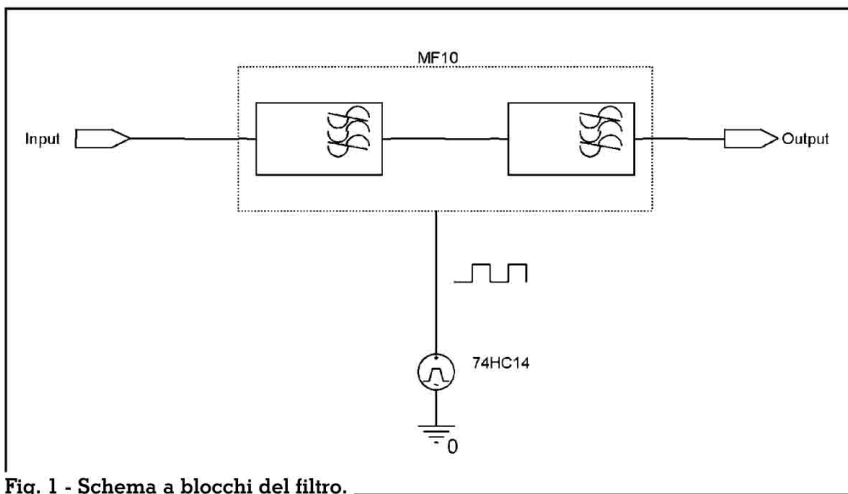

Fig. 1 - Schema a blocchi del filtro.
Avendo scelto valori uguali per R4 e R6, il valore della frequenza del filtro dipenderà solamente dalla frequenza del clock. In fig. 1 possiamo osservare lo schema a blocchi di un circuito realizzato con filtri a capacità commutata in configurazione passa banda. L'impostazione del fattore di divisione del clock è 50, ciò significa che se il clock esterno applicato al pin 10 (11) ha la frequenza di 10.000 Hz, la frequenza di centro banda del filtro sarà impostata a 200 Hz (10.000/50). Le due sezioni del MF10 nel progetto sono state usate in cascata per realizzare prestazioni migliori: la prima sezione è usata come pas-